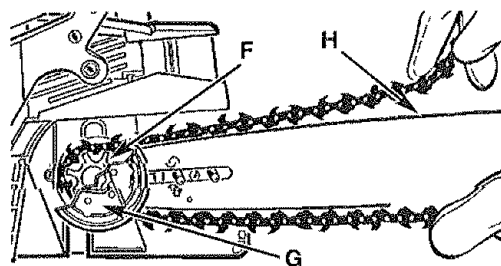

Fig. 25
2. Retire la cadena del engranaje (F) detrás del enganche (G). Asegúrese de que los enlaces se ajustan bien a los dientes del engranaje (Fig. 25).
4. Alinee los engranajes sobre el surco (H) y alrededor del extremo de la barra (Fig. 25).